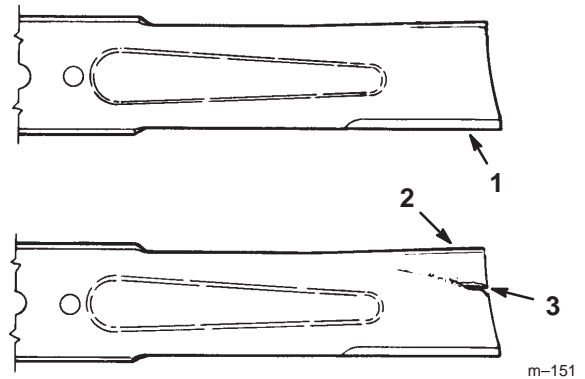

Figure 24
1. Inspectez les tranchants des lames (Fig. 24). Si les lames ne sont pas tranchantes ou si elles présentent des indentations, déposez-les et aiguiser-les (voir Aiguisage des lames, page 30).
2. Inspectez les lames, surtout la partie incurvée (Fig. 24). Remplacez immédiatement toute lame endommagée, usée ou qui présente une entaille (repère 3 de la Fig. 24).